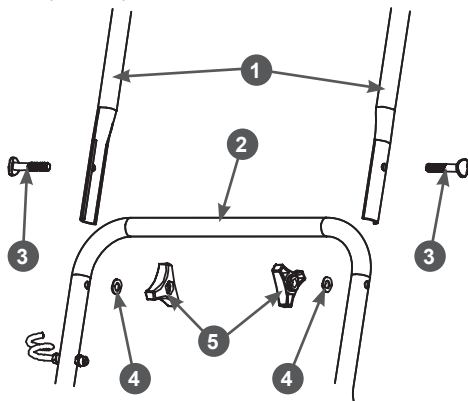

Рис. 9. Установка верхней части рукоятки
4. Установите верхнюю часть рабочей рукоятки. Совместите отверстия в верхней 1 и нижней 2 частях рабочей рукоятки, вставьте в образовавшиеся отверстия болты 3, установите шайбы 4 и закрутите барашковые гайки 5 (Рис. 9).